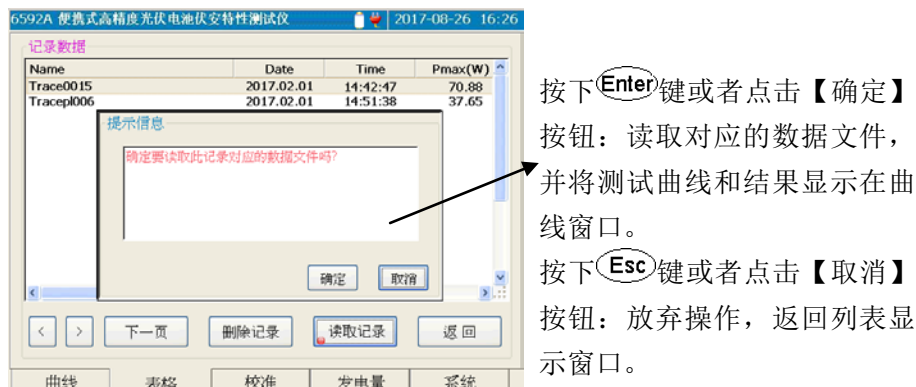

图 5-12 读取记录文件示意图
- 9) **读取记录**：读取当前光标条选中的记录对应的数据文件。如果记录对应的数据文件存在，则将给出提示，请用户确定是否读取，如下图 5-12 所示。